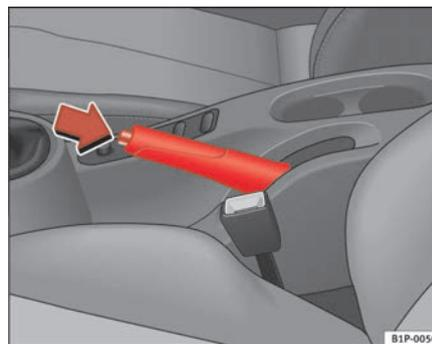

Fig. 125 Il freno a mano, ubicato tra i due sedili anteriori
- Tirare la leva del freno a mano verso l'alto ⇒ pag. 170, fig. 125.
- Tenendo premuto (nella direzione indicata dalla freccia ⇒ pag. 170, fig. 125) il tasto di sblocco, spostare prima la leva leggermente verso l'alto e poi abbassarla del tutto ⇒ .